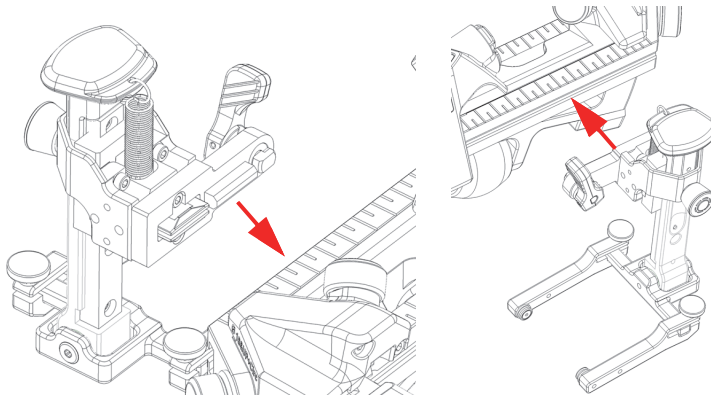

Abbildung 2-6 Sensorhalter auf Schienenschlitz ausrichten
2. Richten Sie den Sensorhalter auf den Schienenschlitz aus, so dass beide parallel zueinander stehen (Abbildung 2-6 auf Seite 44).